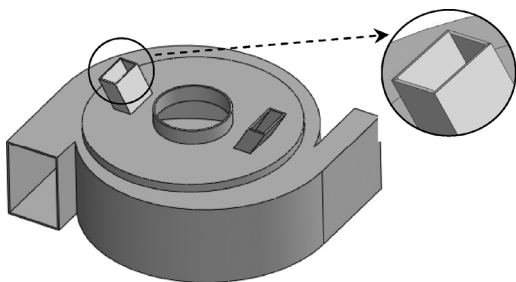
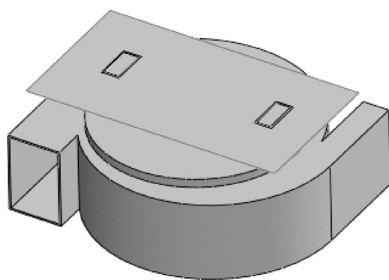

图 4-145 加厚面效果
图 4-146 创建平面区域效果
STEP 1 选择“插入”>“凸台/基体”>“加厚”菜单，选择缝合面，执行向内的加厚操作，加厚厚度为 6mm，如图 4-145 所示。
STEP 2 被加厚模型的上部进料口表面并不平整，如图 4-145 中的放大图形所示，所以下面使用“替换面”操作将其调平，首先创建距离粗料出口平面 480mm 的基准面，然后在此基准面中创建覆盖两个进料口的平面，如图 4-146 所示。